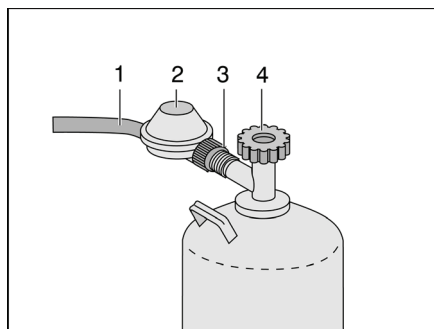

Bild 182 Anschluss Gasflasche
- Haupt-Absperrventil (Bild 182,4) an der Gasflasche schließen. Pfeilrichtung beachten.
- Gasdruckregler (Bild 182,2) festhalten und Rändelmutter (Bild 182,3) öffnen (Linksgewinde).
- Gasdruckregler mit Gasschlauch (Bild 182,1) von der Gasflasche abnehmen.
- Gasdruckregler (Bild 182,2) mit Gasschlauch (Bild 182,1) an die Gasflasche ansetzen und Rändelmutter (Bild 182,3) von Hand fest zudrehen (Linksgewinde).
- Haupt-Absperrentil (Bild 182,4) an der Gasflasche schließen. Pfeilrichtung beachten.